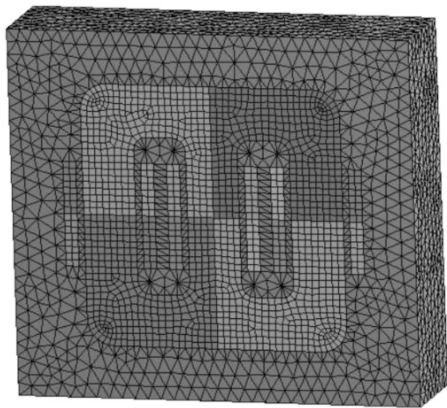

图 10-22 网格划分
(1) 在导航树里单击【Mesh】→【Details of “Mesh”】→【Relevance】= 80，【Quality】→【Smoothing】= High，其他均默认。
(2) 选择包围空气，然后在导航树图上右键单击【Mesh】，从弹出的菜单中选择【Insert】→【Method】→【Sizing】；【Sizing】→【Details of “Body Sizing” -Sizing】→【Definition】→【Element Sizing】= 0.05m，然后再次选择选择包围空气，单击右键，从弹出的菜单中选择【Hide Body】隐藏。
(3) 在图形区域单击右键，选择【Select All】或 Ctrl + A，共 40 个体，然后在导航树图上右键单击【Mesh】，从弹出的菜单中选择【Insert】→【Method】→【Sizing】；【Sizing】→【Details of “Body Sizing” -Sizing】→【Definition】→【Element Sizing】= 0.025m，然后，在图形区域单击右键，从弹出的快捷菜单中选择【Show All Bodies】。
(4) 生成网格：右键单击【Mesh】→【Generate Mesh】，图形区域显示程序生成的网格模型，如图 10-22 所示。
(5) 网格质量检查：在导航树里单击【Mesh】→【Details of “Mesh”】→【Quality】→【Mesh Metric】=